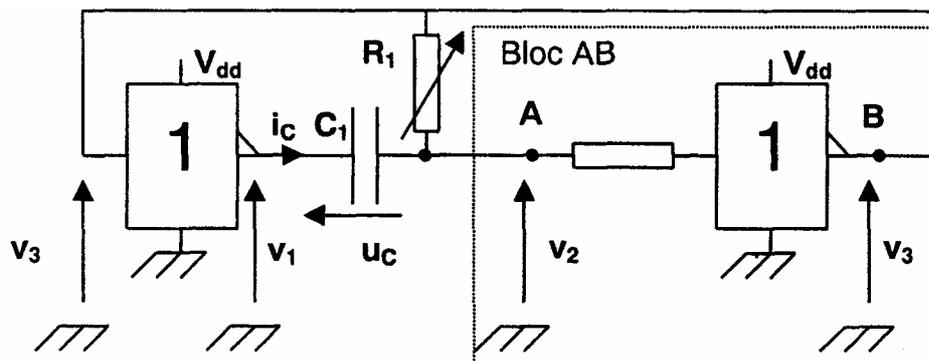

Figure 1
A.2 Astable à inverseurs logiques (voir Figure 1)